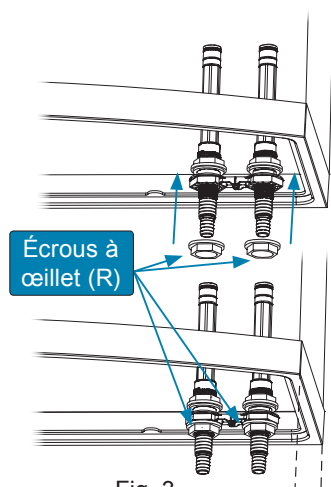
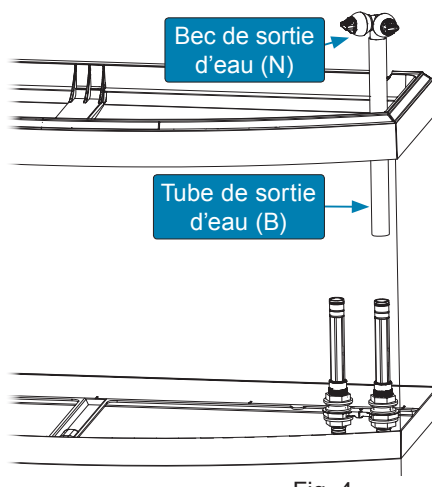

Fig. 3
Fig. 4
- Ouvrir le meuble. Visser et serrer l'écrou à œillet (R) à la partie inférieure du tube de raccordement (A) (Fig. 3).
- Insérer le bec de sortie d'eau (N) dans l'une des extrémités du tube de sortie d'eau (B).
- Insérer le tube de sortie d'eau (B) dans le tube de raccordement (A) (Fig. 4).
- Régler la hauteur du bec de sortie d'eau comme désiré en glissant le tube de sortie d'eau (B) le long du tube de raccordement (A).
3. Ouvrir le meuble. Visser et serrer l'écrou à œillet (R) à la partie inférieure du second tube de raccordement (A) (Fig. 3).